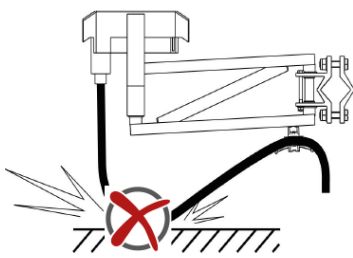
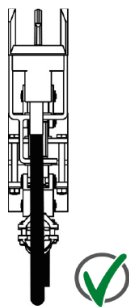

Abb. 115: Anschlussleitung darf nicht aufliegen
Abb. 121: Anschlussleitung ist nicht verdreht
- Anschlussleitungen richtkräftfrei und hochflexibel ausführen, um ein Auslenken, Ziehen oder Drücken auf die Schleifkontakte oder Bewegungseinschränkungen des Stromabnehmers zu vermeiden (siehe Abb. 115 bis Abb. 121).
- Auf die Auswahl der Anschlussleitung und auf eine richt- und zugkraftfreie Verlegung der Anschlussleitungen achten (siehe Abb. 115 bis Abb. 121).